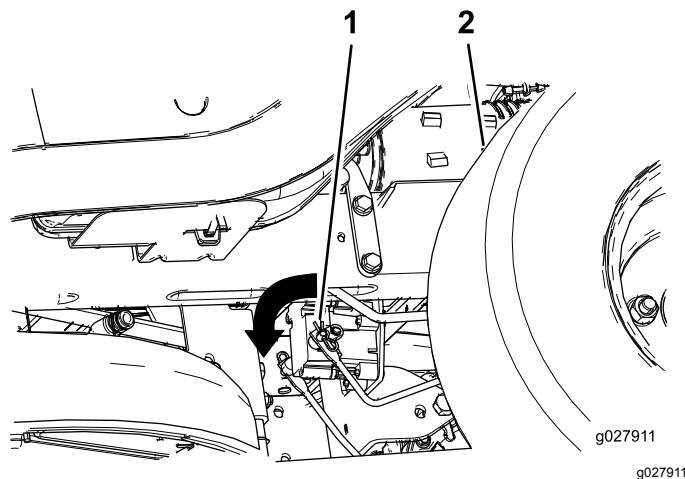

Figure 42
2. Localisez l'arbre sur le frein électrique au point de connexion des bras de liaison (Figure 42).